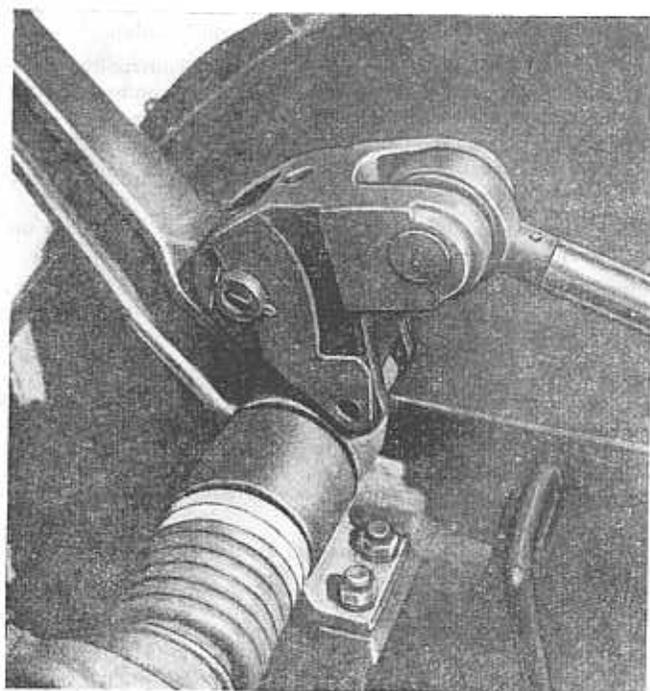

Abb. 3 Winkelhebel am Traktorhubarm
- Umbau des Dreipunktanbaues auf mechanische Schwimmstellung. Hierzu sind die Verriegelungsbolzen der Winkelhebel an den Hubarmen zu entfernen (Abb. 3). Bei Nichtbeachtung kommt es zu Überlastungen des Dreipunktanbaues.